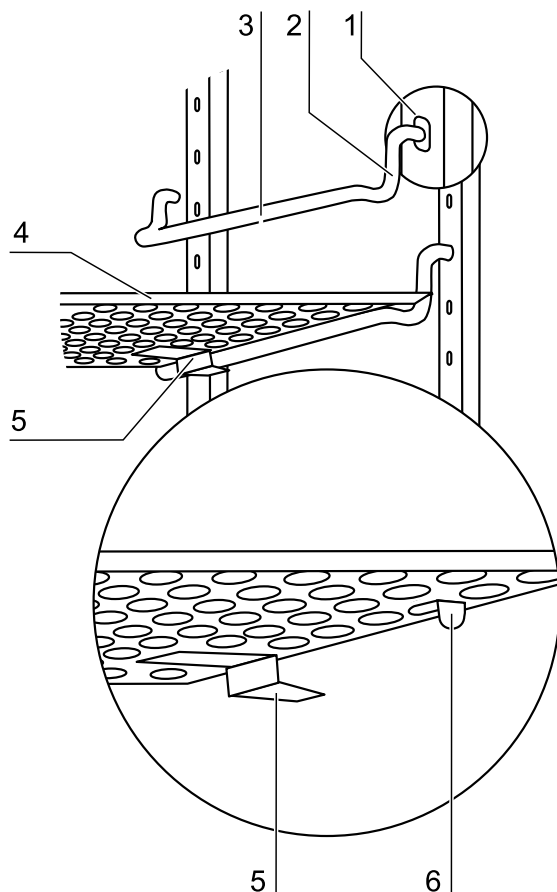

図 4-9. 取付金具の装着
1. 取付金具（図 4-9、3+2）をプロフィール（図 4-9、1）の孔に挿入し、サポートロッド（図 4-9、3）が下を向くようにします。
1. 傾き止めの付いたインサートプレート（図 4-9、5）を取付金具にスライドさせ、装置の背面に向けます。傾き保護装置は、同時にインサートプレートのガイドとなる形です。
2. 棚を少し持ち上げ、（図 4-9、6）の延長リミッターを取付金具にかけます。